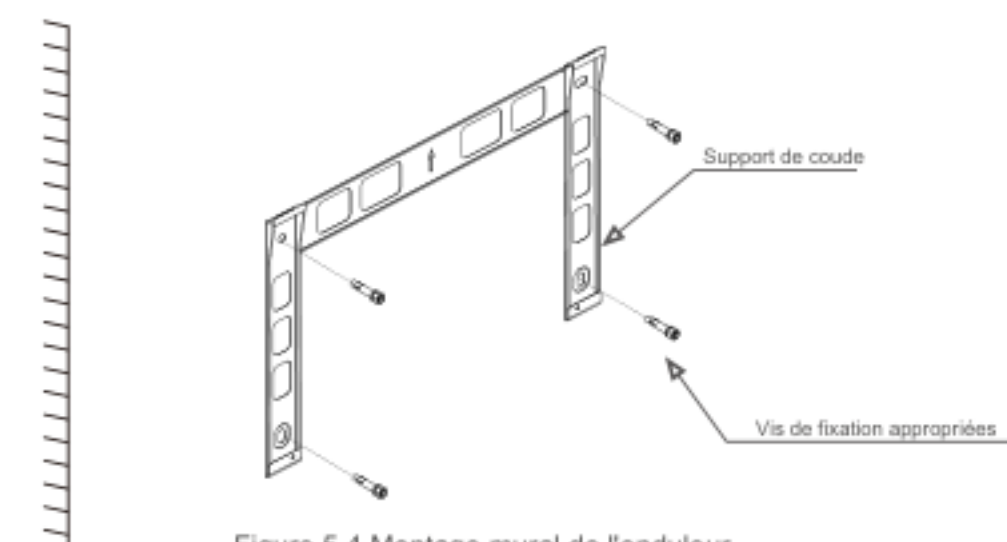

Figure 5.4 Montage mural de l'onduleur
Reportez-vous aux figures 5.4 et 5.5. L'onduleur doit être monté verticalement. Les étapes de montage de l'onduleur sont les suivantes :
1. Reportez-vous à la figure 5.4, les trous pour les boulons d'expansion en fonction du diamètre du trou du support (M10 x 70), en utilisant une perceuse percussion munie d'un foret de 10 mm, doivent être à la verticale au mur. Le trou de forage doit être à la verticale sur le mur. Et la profondeur de tous les trous de forage est de 60 mm.